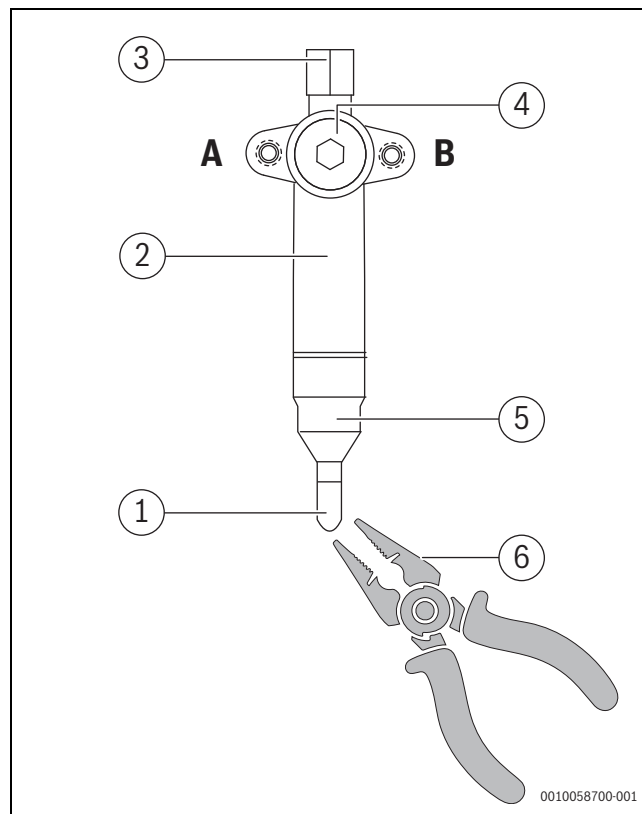

fig. 232
- ▶ Hiqni tubin e madh të izolimit (→ Fig. 232).